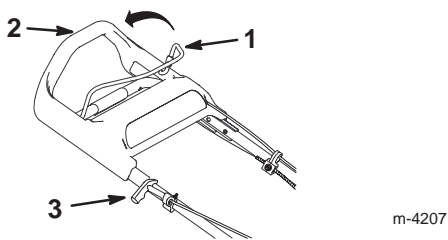

Bild 14
3. Halten Sie die Steuerstange gegen den Handgriff gedrückt (Bild 14).